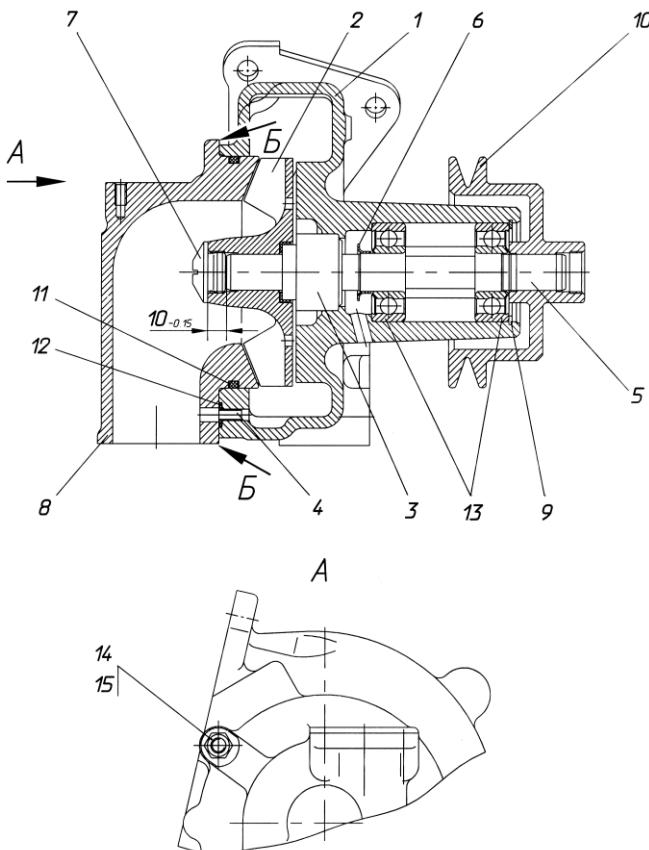

Рисунок 86 – Водяной насос:
- 5 Отвернуть гайки 14 (рис. 86) патрубка 8.
- 12 Извлечь из канавки корпуса 1 (рис. 86) насоса стопорное кольцо 9.
- 2 Напрессовать на вал 5 (рис. 86) подшипники 13 и водосбрасыватель 6. При этом необходимо:
- 9 Напрессовать крыльчатку 2 в сборе с манжетой и уплотнительной втулкой на вал 5 (рис. 86). При этом необходимо:
- установить крыльчатку и в валу в размер 10-0,15 мм (рис. 86) между торцом вала и торцом ступицы крыльчатки. Для этого необходимо при запрессовке установить на торец вала диск диаметром не более 13 мм и высотой 10-0,15 мм.